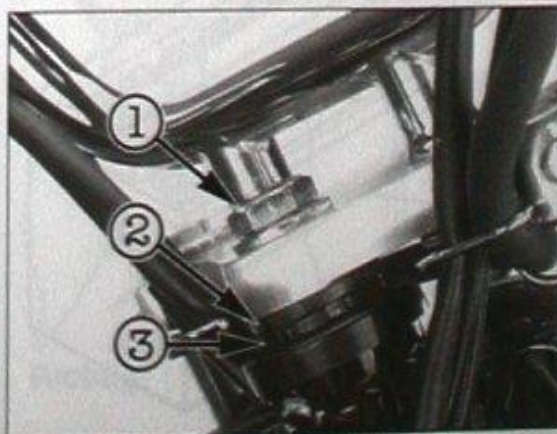

Bild 69
- Untere Gabelklemmschrauben ② Bild 68, Lenkkopfmutter ① Bild 69 und Kontermutter ② lösen.
- Einstellmutter ③ Bild 69 anziehen (5 Nm) und Gabel mehrmals von Anschlag zu Anschlag schwenken.
- Einstellmutter ② Bild 69 wieder vollständig lockern und anschliessend anziehen (5 Nm), bis Lager spielfrei ist und Lenker leichtgängig von Anschlag zu Anschlag schwenkt. Kontermutter handfest anziehen.
- Lenkkopfmutter ① Bild 69 (44 Nm) und untere Gabelklemmschrauben ② Bild 68 (29 Nm) anziehen.